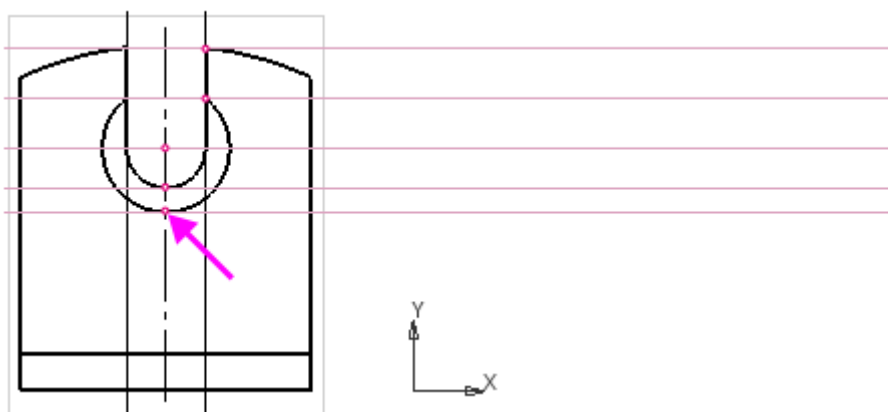

Рисунок 1
- Укажите точки на главном виде. (рисунок 1)